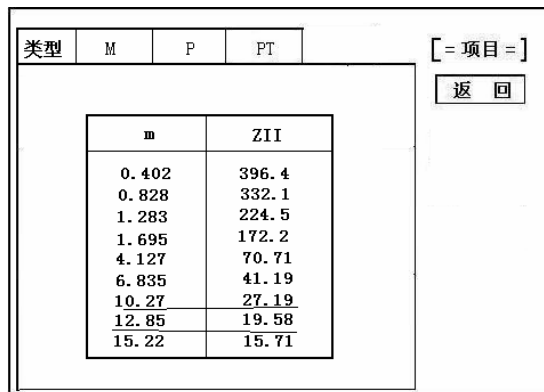

图 23
A. 在接近理论电流倍数下所测量的实际负荷大于互感器铭牌上额定负荷 (见铭牌), 说明该互感器合格。如图 23 资料说明;
B. 在接近理论负荷下所测量的实际电流倍数大于互感器铭牌上的理论电流倍数, 也说明该互感器合格如图 23 资料说明;
如图 23 数据显示, 当电流倍数为 M=10.27 (接近 10 倍) 时, 所允许的二次负荷 ZII=27.19 Ω, CT 的额定负荷 20VA=(20VA/1=20 Ω), 因此: 27.19 Ω > 20 Ω 互感器满足要求, 合格。